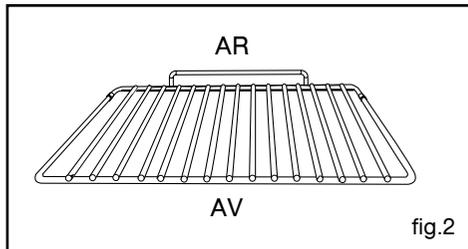

fig.2
#### • Grille sécurité anti-basculément fig.2
- Desserrez les vis du serre-câble (fig.2).
- Introduisez le câble d'alimentation par le côté du capot et dans le serre-câble situé à droite du bornier. (Reportez-vous au tableau de la page précédente pour le choix de la section du câble) (fig.2).